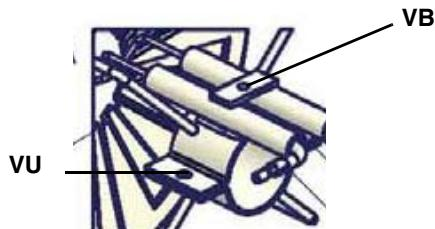

Рис. 29
**ВНИМАНИЕ:** для того, чтобы отрегулировать положение форсунки (Рис. 29), воздействовать на винт VU.